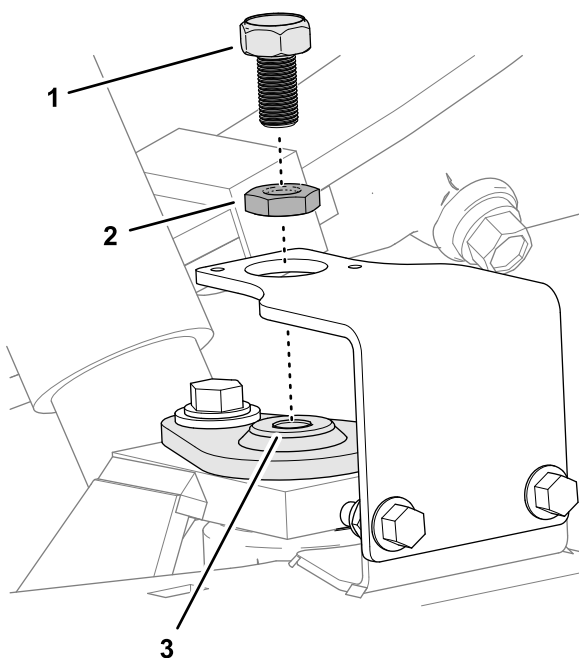

図 9
1. ジャムナットを磁気ターゲットに完全にねじ込む (図 9)。
2. 磁気ターゲットをキングピンの上部にねじ込む (図 9)。